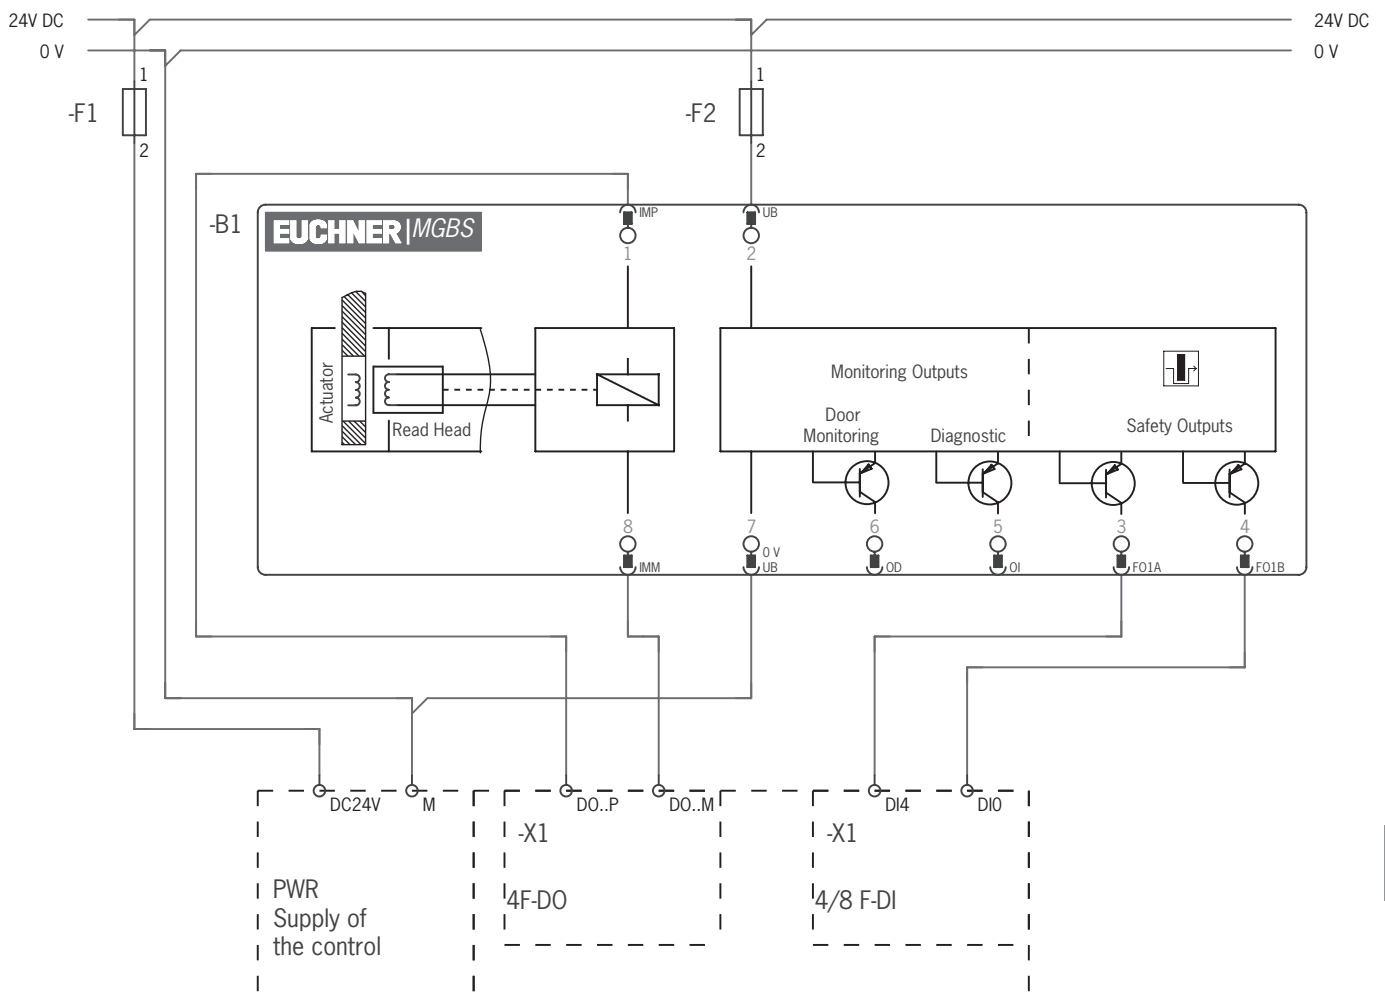

Bild 5: Anschlussbeispiel für den Anschluss an ET200
- Bei einer zweikanaligen Ansteuerung der Magnetspannung durch sichere Ausgänge einer Steuerung sind folgende Punkte zu beachten (siehe auch Bild 5 auf Seite 29):